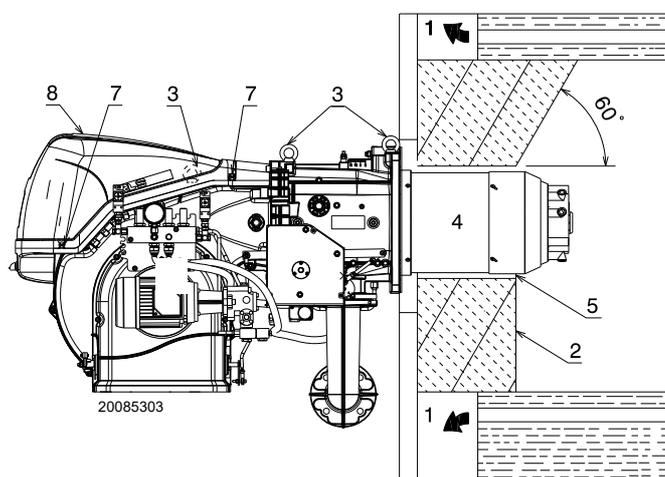

Fig. 14
Para calderas con paso de humos delantero 1)(Fig. 14) o con cámara de inversión de llama, colocar una protección de material refractario 5) entre el refractario de la caldera 2) y el embudo llama 4).
En calderas con frontal refrigerado por agua, no es necesario el revestimiento refractario 2)-5)(Fig. 14), salvo que lo indique el fabricante de la caldera.
Prepare un sistema adecuado de elevación enganchándolo a los anillos 3)(Fig. 14).
- Colocar la protección térmica suministrada con la instalación en el tubo llama 4)(Fig. 14).